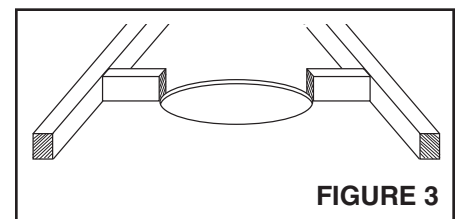

FIGURE 3
Refer to Figure 3.
4. Refer to Figure 3. Secure short pieces of 1" x 3" lumber ($\frac{3}{4}$ " nominal) to joists on either side of opening. Leave approximately $\frac{1}{2}$ " between top of ceiling so that flange of heater housing can slide under spacers. If joist spacing is greater than 16" O.C., cut spacers of 2" x 4" lumber to fit between housing and joists.
Consultez la figure 3.
4. Consultez la figure 3. Fixez de petits morceaux de bois de 1 x 3 po (2,5 x 7,6 cm) (3/4 po/1,9 cm nominal) aux solives de chaque côté de l'ouverture. Laissez environ 13 mm (1/2 po) au-dessus du plafond afin que la bride du boîtier de la chaufferette puisse glisser sous les cales. Si l'espacement des solives est de plus de 40,6 cm (16 po) centre à centre, coupez deux cales de bois de 2 x 4 po (5 x 10 cm) pour les placer entre le boîtier et les solives.